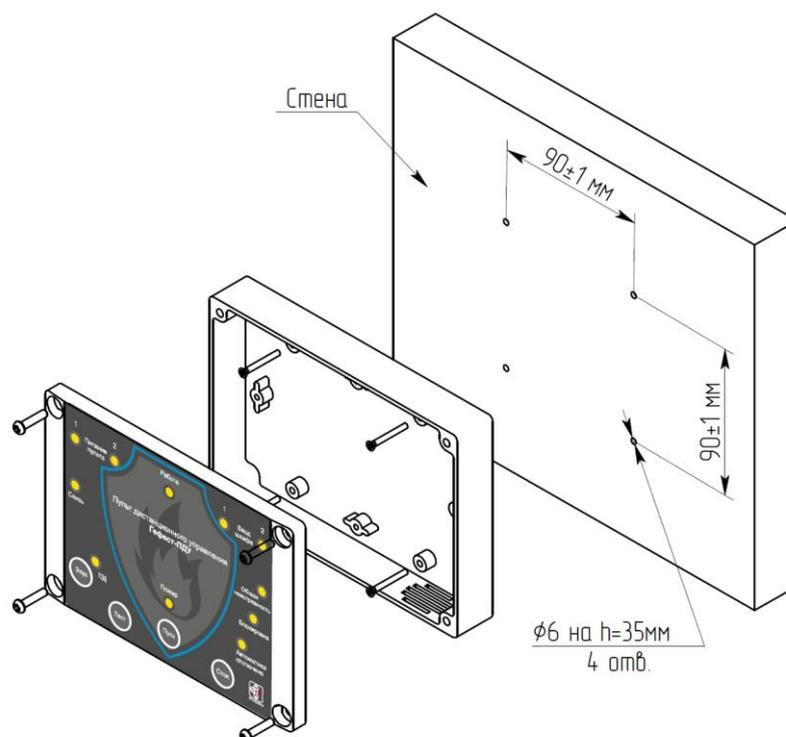

Рисунок 4.1 – Монтажный чертёж пульта
- 1) в стене просверлить 4 отверстия соответственно чертежу (см. рисунок 4.1, бумажный шаблон входит в комплект поставки пульта);